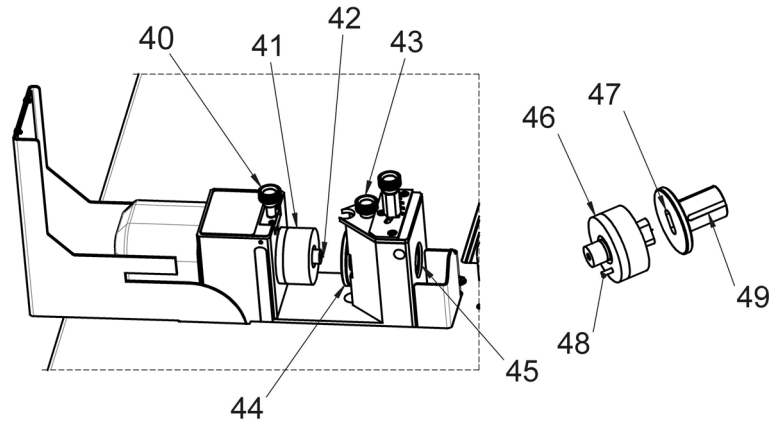

Fig. 7 : poinçonnage dans les barres de courant
Le poinçonnage d'alésages dans les barres en cuivre ou en aluminium est effectué à l'aide d'un poinçon (fig. 7, 41) et d'une matrice associée (fig. 7, 44). Les poinçons et les matrices pour trous oblongs dispose de goupilles (fig. 7, 48) ou de rainures (fig. 7, 49) supplémentaires qui facilitent le positionnement angulaire. Les alésages poinçonnés peuvent avoir les dimensions maximales suivantes :
- Insérer la matrice d'alésage (fig. 7, 44) dans le bâti et la bloquer à l'aide de la vis de blocage (fig. 7, 43). La rainure appropriée (fig. 7, 49) doit être dirigée vers le haut lors de l'utilisation d'une matrice pour trous oblongs.
- Insérer le poinçon avec racle en néoprène (fig. 7, 41) dans le logement d'outil du piston de force et le bloquer à l'aide de la vis de blocage (fig. 7, 40). Avec les poinçons pour trous oblongs (fig. 7, 46), s'assurer que la goupille de positionnement (fig. 7, 48) est logée correctement dans le perçage associé du piston de force et que l'orientation du trou oblong coïncide avec celle de la matrice.
- Placer la pointe de centrage du poinçon (fig. 7, 42) directement dans la marque de pointage. Cela permet de réaliser avec précision la trame des trous à poinçonner.